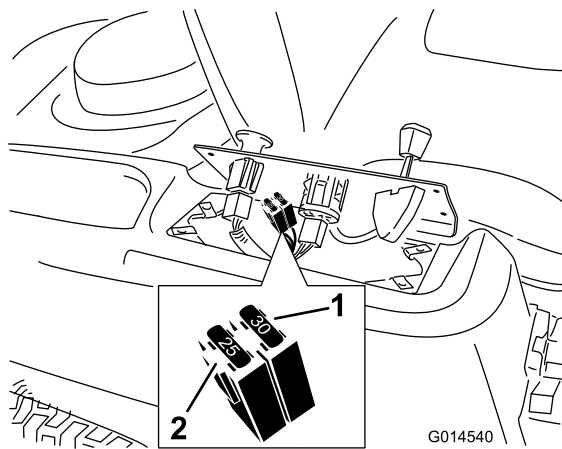

Figura 38
2. Levante o painel de controlo para ter acesso à cablagem principal e ao bloco de fusíveis (Figura 38).
3. Para substituir fusíveis, puxe o fusível para o retirar (Figura 38).